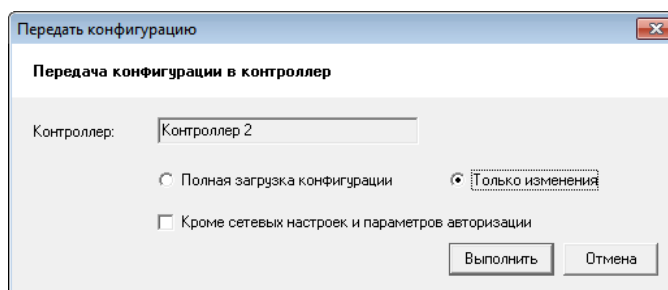

Рисунок 52 – Диалог "Передать конфигурацию"
- 12) В окне "Передать конфигурацию" выберите "Только изменения", убедитесь, что НЕ отмечена кнопка "Кроме сетевых настроек и параметров авторизации" (см. Рисунок 52) и нажмите кнопку "Выполнить".